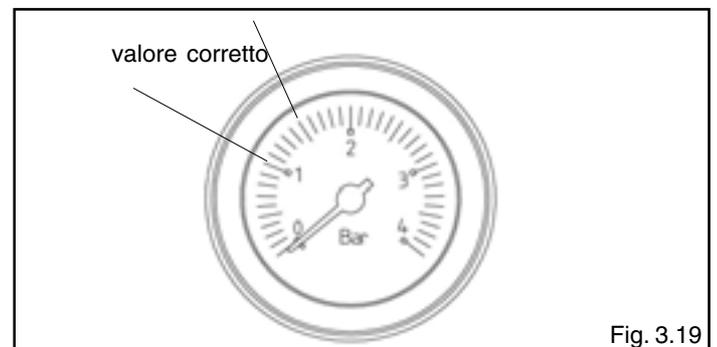

Fig. 3.19
- aprire il rubinetto di riempimento (**C**) fino a che la pressione indicata sull'idrometro sia compresa tra **1 bar e 1,5 bar** (fig. 3.19)